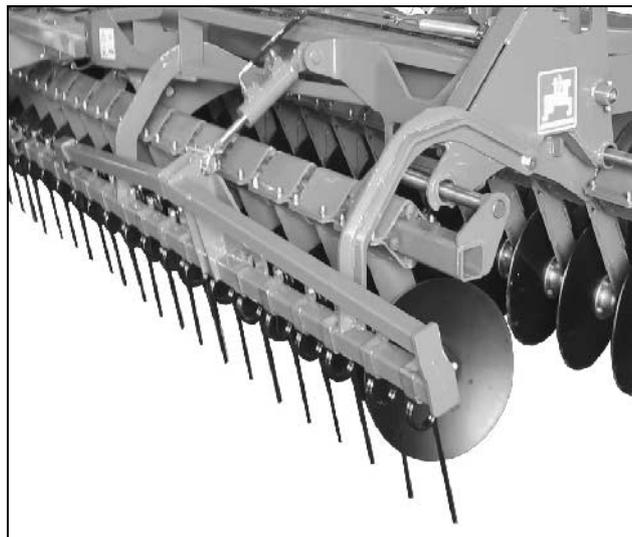

Рис. 40
- Опустите борону-скребницу (Рис. 40). Захватывается находящаяся перед бороной-скребницей солома.